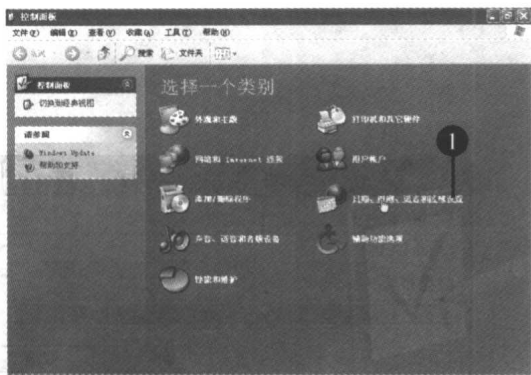

图 1-1 “控制面板”窗口
(1) 选择[开始] ▶ [设置] ▶ [控制面板]命令，弹出“控制面板”窗口，如图 1-1 所示。